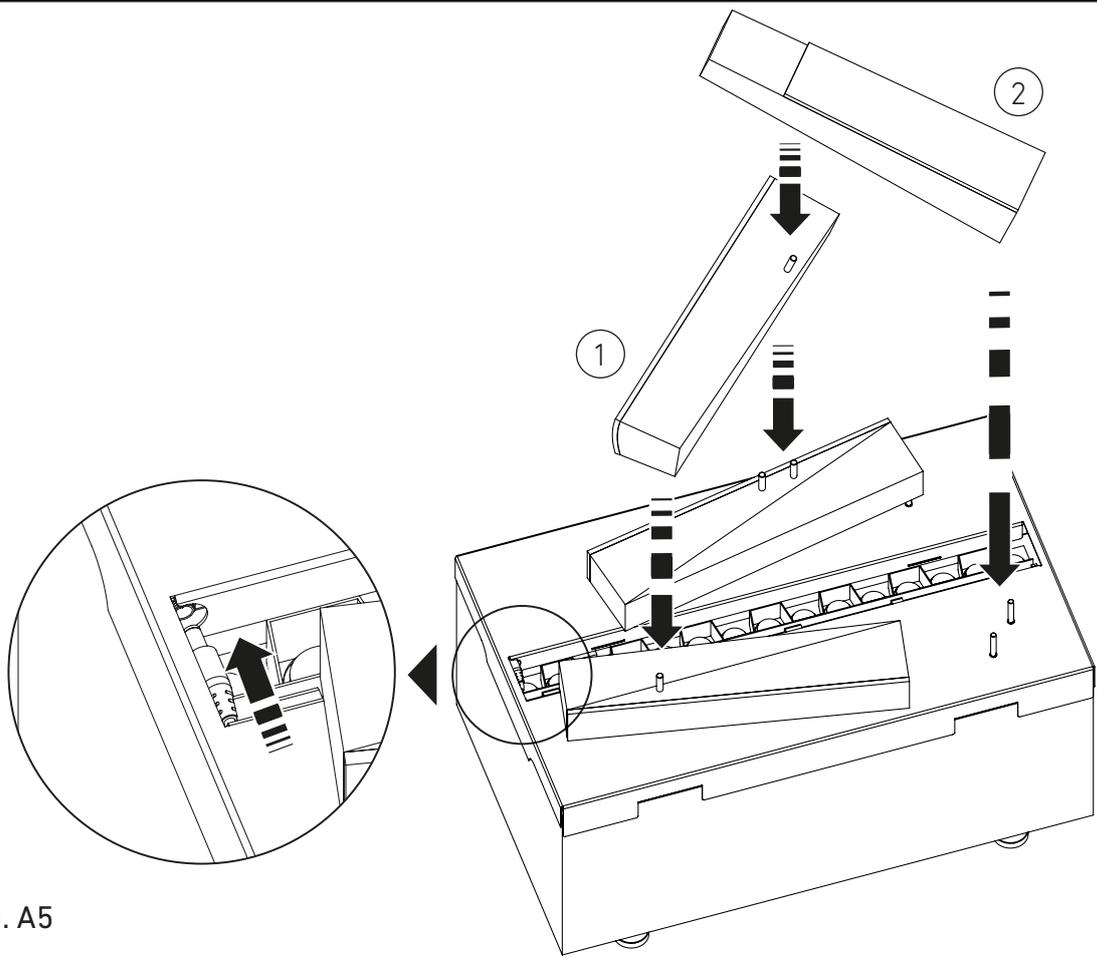

Fig. A5
6. Verbinden Sie den freien Stecker des DC-Kabels mit der Buchse im Scheitholzbett (Fig. A5).
7. Setzen Sie die beiden losen Keramikscheiter auf die vorhandenen Stifte (zuerst dasjenige mit dem Metallstift, siehe Fig. A5 und A6).